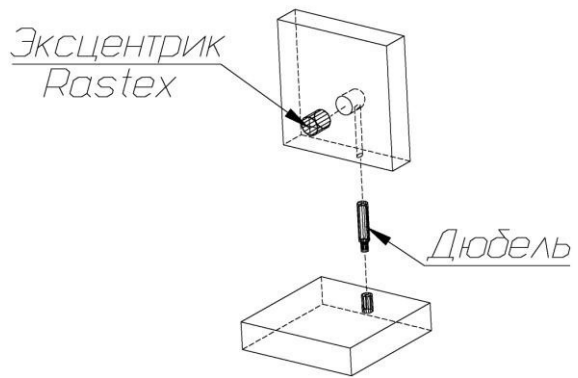

Рис. 1
1. В боковые стенки (9), (09), заднюю стенку (29) в имеющиеся отверстия установить эксцентрики, таким образом, чтобы стрелка была повернута в сторону отверстия в торце.
2. В отверстия диаметром 5мм на крышке (63), боковых стенках (9), (09) ввернуть дюбели (рис.1). В соседние отверстия установить шканты.